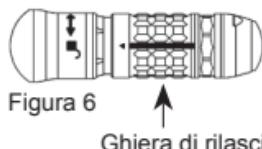

Figura 6
3. Tenere saldamente il manipolo con una mano, e con l'altra spingere e far ruotare la ghiera di rilascio del terminale fino ad allineare la freccia al simbolo di sblocco (Figura 6).